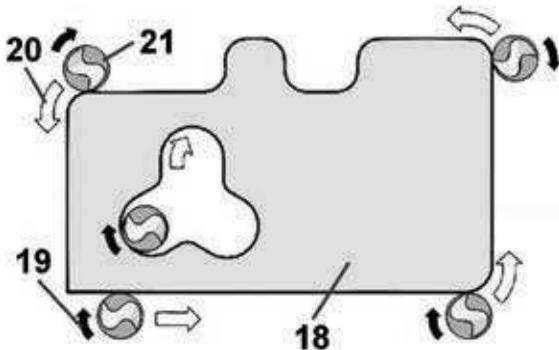

Рисунок 7
5.2.6 Медленно и плавно перемещайте рабочую плиту по поверхности изделия с установленной глубиной фрезерования в направлении, противоположному направлению вращения фрезы (рисунок 7), то есть с внешней стороны материала фрезеровку следует производить против направления движения часовой стрелки, а с внутренней стороны – по направлению движения часовой стрелки.